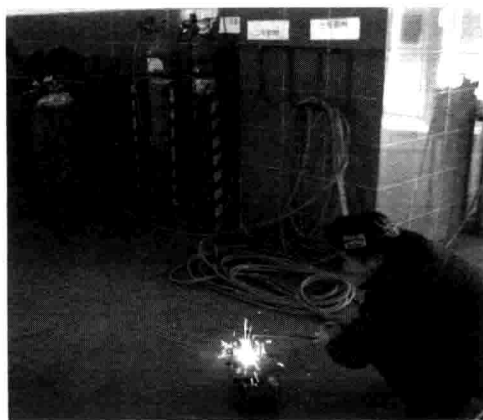

图 1.1.1
9. 学习气割安全操作规程，找出图 1.1.1 中 6 处违反安全操作规程的地方并写出整改措施。